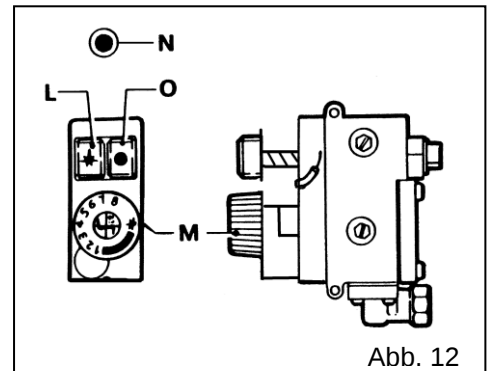

Abb. 12
7.1.2 Brenner des backofens (Abb. 12)